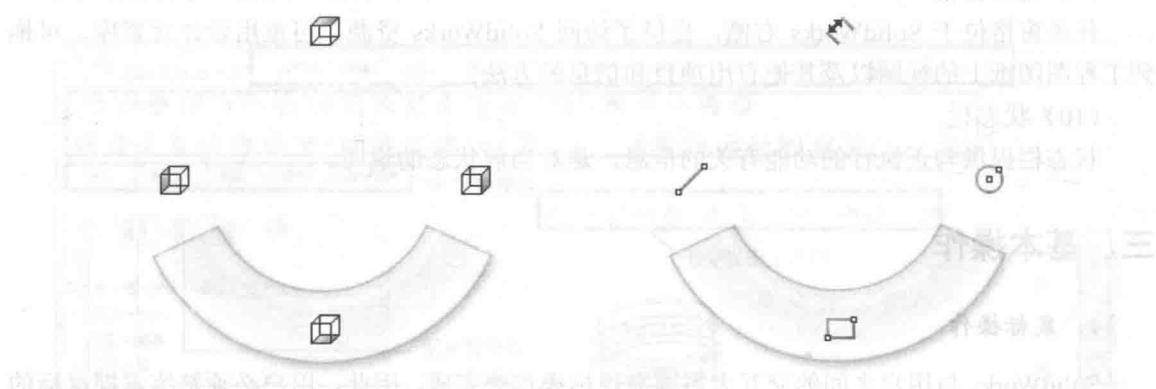

图 1-4 鼠标笔势视图示例
- ◆ 拖动右键：弹出已定义的鼠标笔势视图，方便快速使用命令工具或视图样式等。鼠标笔势的定义方法是单击菜单“工具”→“自定义”，在弹出的“自定义”对话框中单击“鼠标笔势”选项卡，选择需定义的命令，并在对应的模块中单击三角箭头，选择某一笔势方向，单击“确定”按钮，完成鼠标笔势定义。图 1-4 所示为鼠标笔势视图示例。